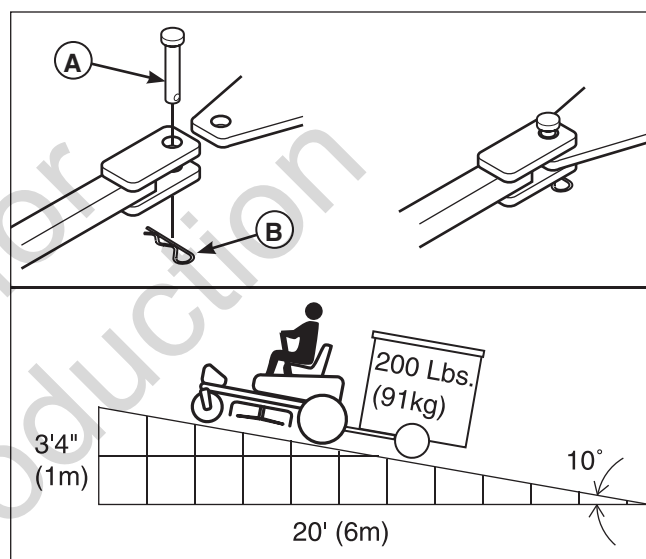

Figure 10. Recommandations de poids de remorque
Le poids maximum d'une remorque tractée doit être inférieur à 91 kg (200 lbs). Fixer la remorque avec une goupille de remorquage de taille appropriée (A, figure 10) et d'un clip (B).